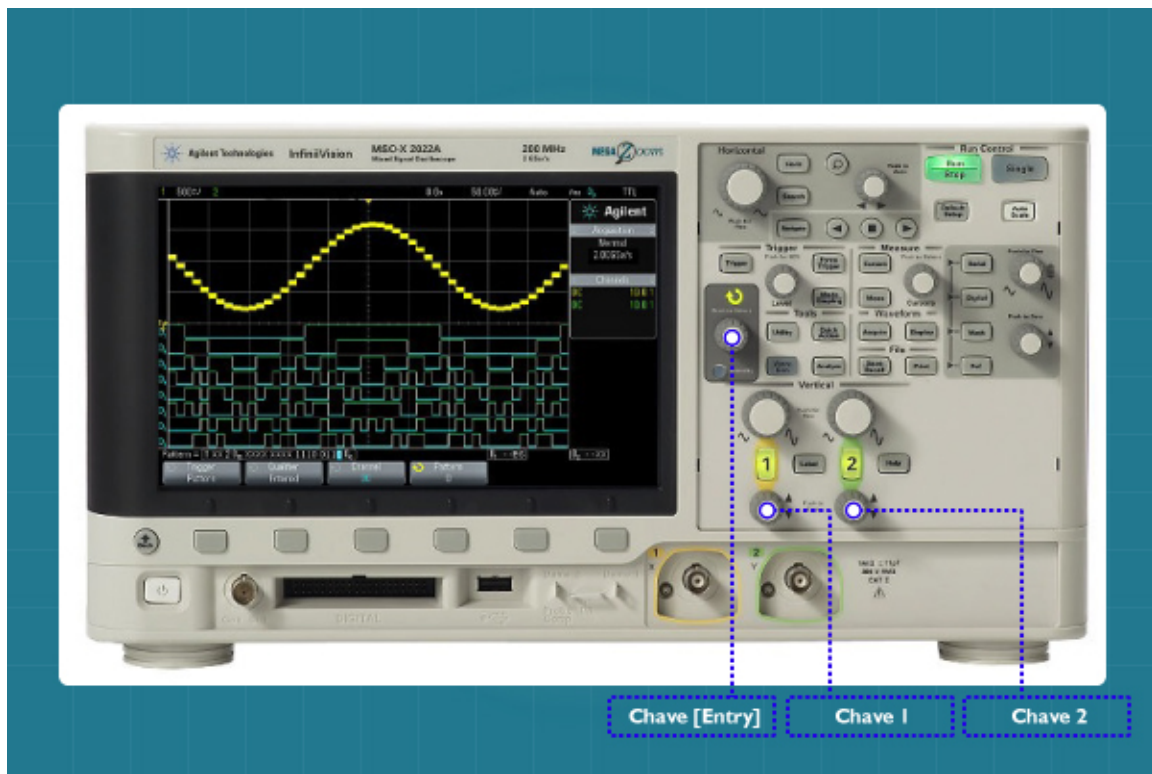

Figura 8 - Painel do osciloscópio com destaque para a chave [Entry].
No menu do canal, selecione o item **acoplamento CC** e depois escolha a opção **acoplamento AC (CA)** utilizando a chave *[Entry]* (**Figura 8**).
Em nenhum momento falamos sobre como alterar o sinal de referência (ou terra) utilizado na medição. No entanto, esse procedimento é possível através das chaves 1 e 2 em destaque na **Figura 8**.